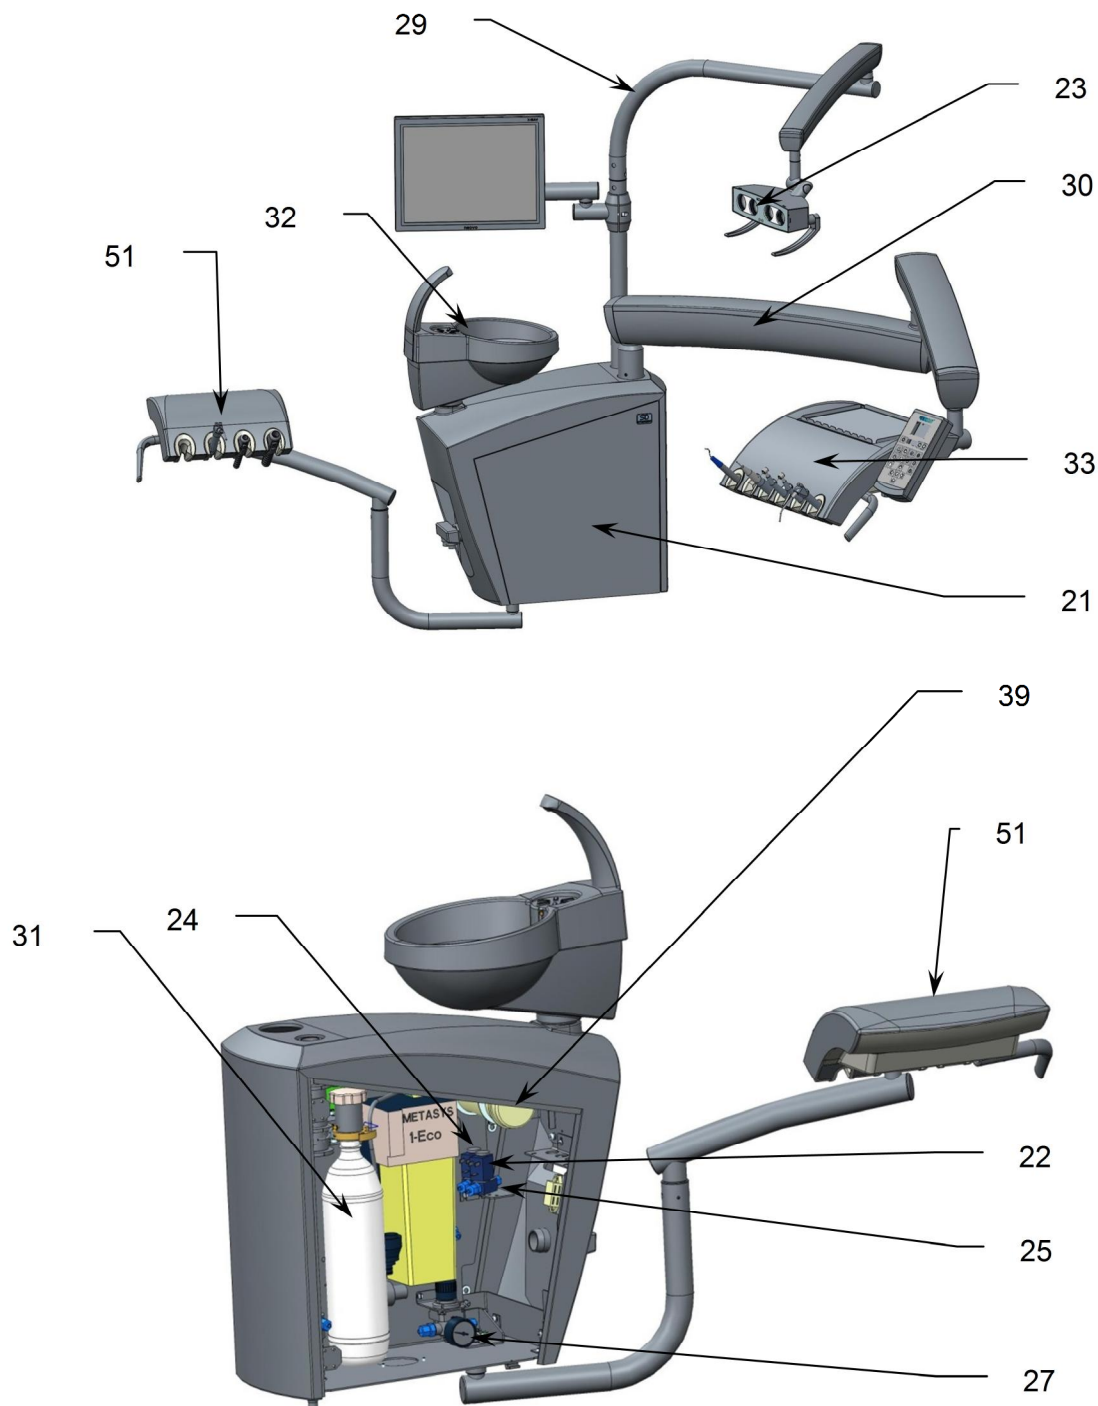

Рис. 2
С левой стороны верхней крышки (3) находится несущее плечо СК 20 (рис. 2). На этом плече смонтирована основа СК (21). Через заднюю дверку есть возможность доступа к:
- **электрическая часть** включает в себя разъемы для подсоединения кабелей, электрический клапан эжектора (22), разъемы для подсоединения светильника (23).
- **гидравлическая часть** состоит из: клапана наполнения стакана (24), клапана смыва мисы плевательницы (25), слюноотсасыватель, регулятора давления автономной воды (27), водонагреватель (39).
- **слив воды** состоит из сифона (28), в который попадает вода из мисы плевательницы и эжектора. Отсасывающее устройство с сепаратором METASYS MST1 ECO. В верхней части основы СК есть отверстие для крепления пантографического плеча светильника (29), пантографическое плечо столика врача (30), панель ассистента (51) и керамическая плевательница (32).